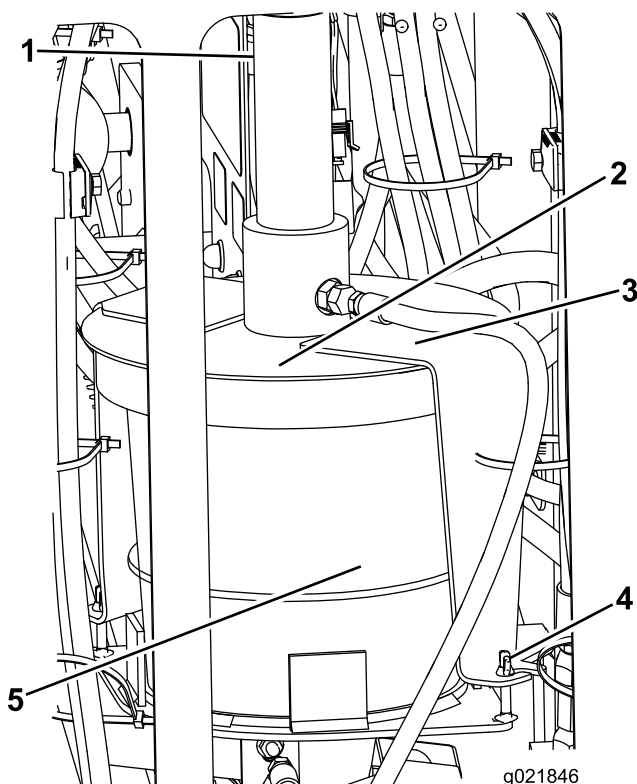

Figure 93
3. Desserrez les écrous à oreilles qui fixent les brides de maintien du couvercle sur la machine (Figure 93).
4. Tournez le couvercle et retirez les brides de maintien des boulons de fixation (Figure 93).
5. Soulevez le couvercle et déposez-le du bidon vide de composé d'étanchéité (Figure 93).
7. Placez le plongeur dans le bidon plein et abaissez le couvercle sur le bidon (Figure 93).
8. Glissez les brides sur les boulons de fixation et tournez le couvercle de manière à engager les brides sur les boulons (Figure 93).